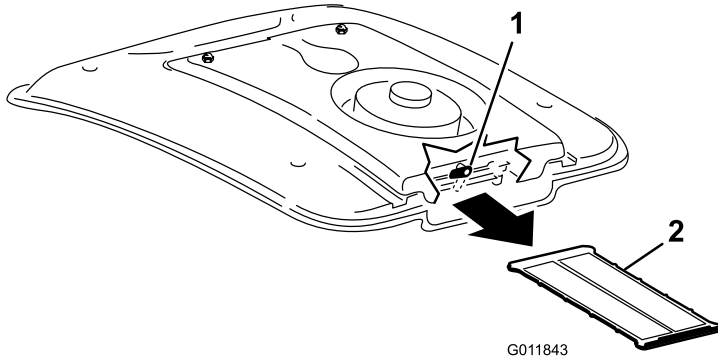

Bild 74
2. Drehen Sie den Riegel hinten an der Lüfterbefestigung zur Seite (Bild 74).
3. Schieben Sie das Klimaanlagegitter unter der Klimaanlage Spule heraus (Bild 74).
4. Reinigen Sie das Gitter gründlich mit Druckluft (Bild 74).